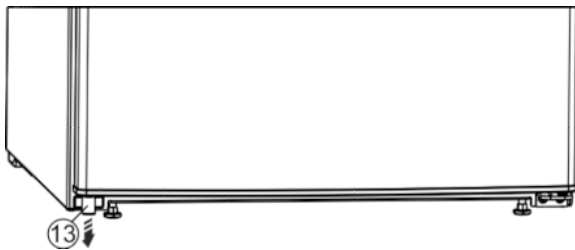

Fig. 4
- ▶ Apakšā kreisajā pusē izņemiet spraisli Fig. 4 (13) no durvīm.